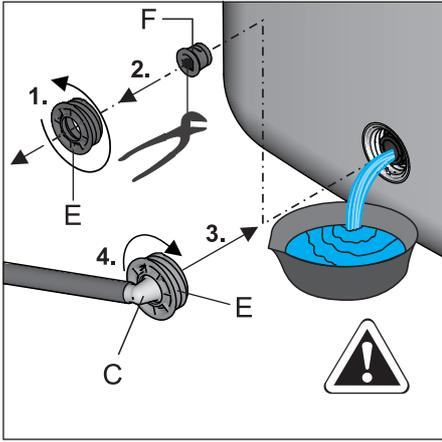

Fig. 6-3 Visser la pièce de raccordement préssemblée dans le raccord de remplissage et de vidange
- Dévisser la pièce fileté située au niveau du raccord de remplissage et de vidange (fig. 6-3, pos. E), retirer le bouchon de fermeture (fig. 6-3, pos. F) et **revisser immédiatement** la pièce de raccordement du tuyau préassemblée (fig. 6-1, pos. C) dans le raccord de remplissage et de vidange (fig. 6-3).